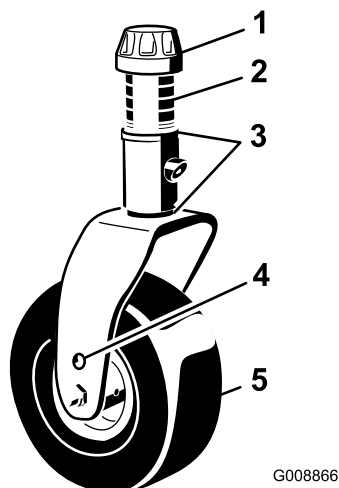
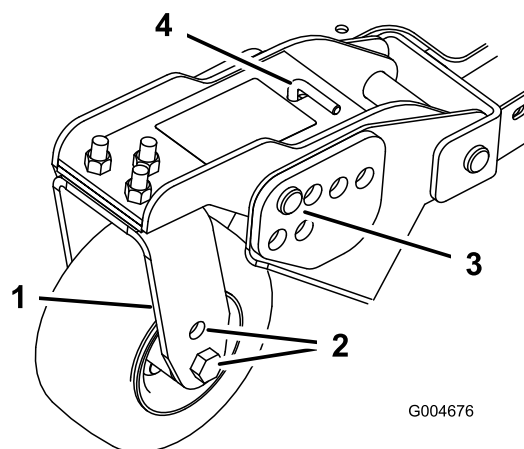
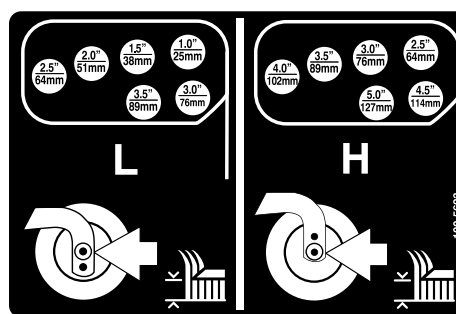

Bild 21
Bild 23
Bild 24
1. Stecken Sie die Laufradachsen in allen Gabeln in die gleichen Löcher (Bild 21 und Bild 23). Siehe die nachstehende Tabelle, um das richtige Loch für die jeweilige Einstellung festzustellen.
2. Entfernen Sie die Spannkappe von der Spindelwelle (Bild 21) und ziehen die Spindel aus dem Laufradarm heraus. Schieben Sie zwei Beilagscheiben (3 mm) so auf die Spindelwelle, wie sie ursprünglich montiert waren. Diese Beilagscheiben sind erforderlich, um alle Mähwerke über die Breite auf ein Niveau zu bringen. Schieben Sie die entsprechende Anzahl von Distanzstücken (13 mm) (siehe die nachstehende Tabelle) auf die Spindelwelle, um die gewünschte Schnitthöhe herbeizuführen; schieben Sie dann die Scheibe auf die Welle.
4. Entfernen Sie den Splint und den Lastösenbolzen von den Laufradgelenkarmen (Bild 23).
5. Drehen Sie die Spannstanze, um den Gelenkarm anzuheben oder abzusenken, bis die Löcher mit den ausgewählten Löchern in der Schnitthöhenhalterung im Mähwerkrahmen ausgerichtet sind (Bild 23 und Bild 24).